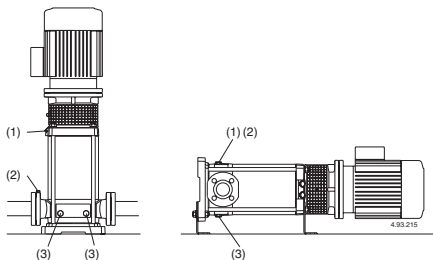

Fig.4d (1) Vullen ontluchttingsplug
Sluit de ontluchtingvoor (fig. 4d) voor MXV-B, MXV(L) 25-32-40-50 en MXV(L)4 25-32-40-50 Sluit de naaldschroef (14.07) in de aftapplug (14.12) (fig. 4b) en sluit de ontluchting (14.04).